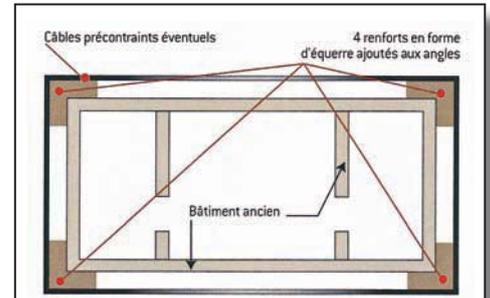

Figure 1. Exemple de renforcement par ajout de 4 renforts en forme d'équerre + serrage en précontraint (vue en plan)
- Concevoir une nouvelle structure, à l'extérieur du bâtiment si possible, qui résiste à elle seule à l'action du séisme provenant de sa propre masse et de la masse du bâtiment ancien est une solution optimale. Voir figures 1 et 2.